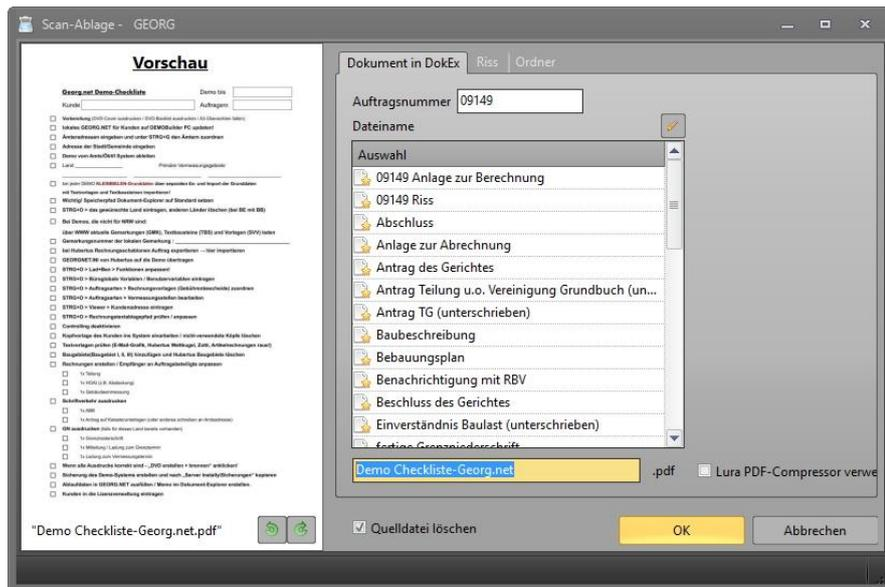

Abbildung 8: Wegsortieren des Dokumentes
5.) Es erscheint nun der Scan-Ablage-Dialog (Abbildung 8): Die PDF Datei kann nun als Dokument mit beliebiger Bezeichnung zum angezeigten Auftrag gespeichert werden.